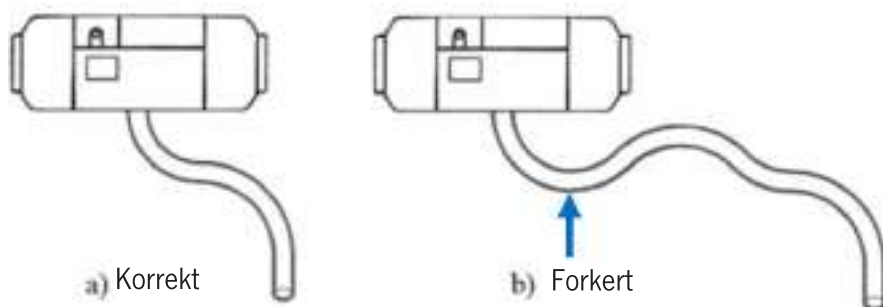

Fig. 26
- Forbrændingslufttilførselsrøret og udstødningsrøret skal monteres i en kontinuerlig nedadgående retning fra varmelegemet for at aflede kondensvand. Fig. 26.